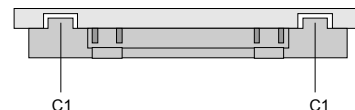

Bild 2a: Demontage der Blende
- Entfernen Sie die Blende der Anzeigeeinheit indem Sie die Laschen (C1) mit einem Schraubendreher vorsichtig nach unten drücken (Bild 2a).